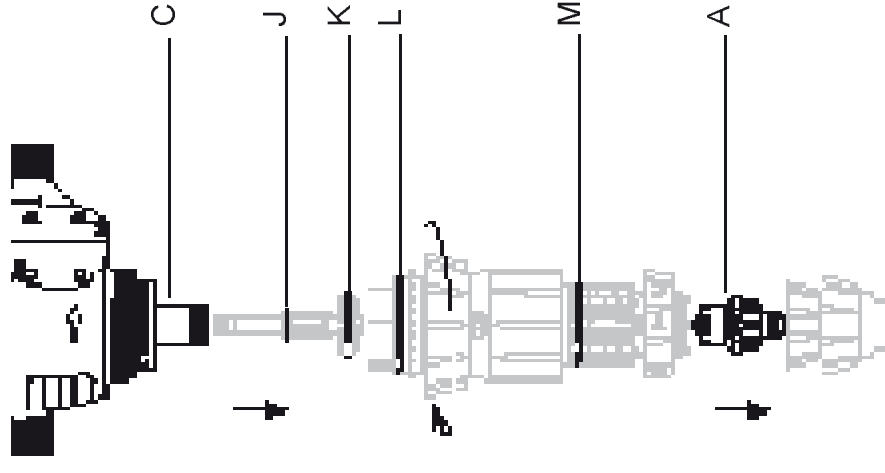

Рис. 14
- Замените изоляционные детали (Рис. 14-С) прокладки (Рис. 14-J/K/L/M) и всасывающий клапан (Рис. 14-A).